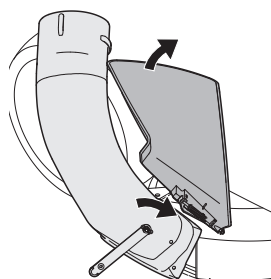

Figure 22
3. Avec la goulotte d'éjection du tracteur soulevée et maintenue ouverte, installez le coude de la goulotte sur l'ouverture de la goulotte en plaçant le dessus, le bord arrière du coude de la goulotte sur l'arrière de l'ouverture de la plate-forme, pivotant ensuite le coude de la goulotte vers le bas et au-dessus de l'ouverture de la goulotte. Consultez la Figure 22.